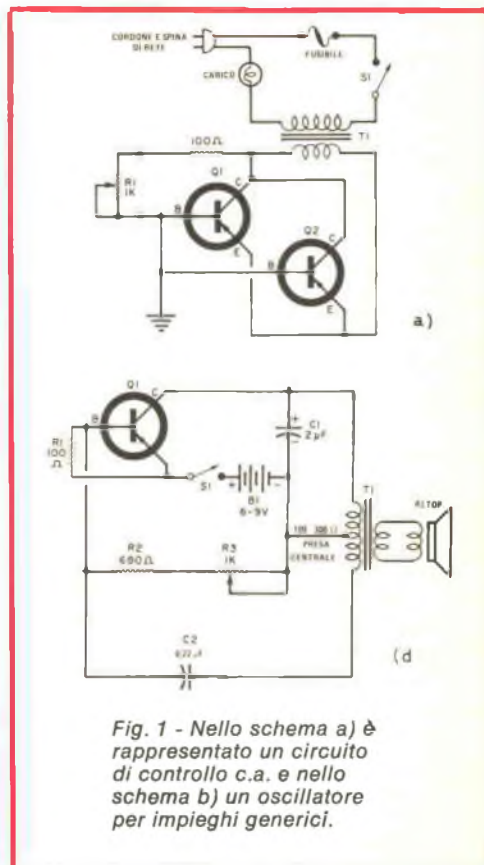

Fig. 1 - Nello schema a) è rappresentato un circuito di controllo c.a. e nello schema b) un oscillatore per impieghi generici.
Nella *fig. 1* e nella *fig. 2* sono illustrati quattro utili circuiti che impiegano appunto transistori di media potenza. Facili da montare, non critici per quanto riguarda le caratteristiche dei transistori e la disposizione dei componenti e dei collegamenti, questi circuiti sono realizzabili in una serata. Essi sono stati ricavati da bollettini tecnici pubblicati dalla Motorola e dalla CBS Hytron alcuni anni fa. Anche se negli schemi vengono indicati transistori di tipo pnp, si possono usare unità npn simili, invertendo le polarità c.c. e, naturalmente, nei progetti si possono usare unità al germanio o al silicio.
Ideato prima che i triac di tipo economico fossero reperibili in commercio, l'interessante circuito di controllo illustrato nella *fig. 1-a* può essere usato con carichi di linea da 50 W a 100 W. Tipicamente, può essere utilizzato come attenuatore di luci o come controllo di velocità per motori di bassa potenza, comè quelli
L'oscillatore audio per scopi generici, illustrato nella fig. 1-b, può essere impiegato in parecchie applicazioni. Con l'interruttore generale S1 sostituito da un tasto, il circuito può essere usato come oscillofono di addestramento dell'albafeto Morse. Il circuito può essere montato in una scatola, usandolo come sorgente audio indipendente per controllare la disposizione di microfoni ed altoparlanti quando si installano sistemi di amplificazione, musicali o di citofoni. Commutato a distanza da un relè, potrebbe essere usato come segnale per sistemi di allarme antiaggancio, antiincendio e antifurto. Q1 è un transistor di media potenza.
Fig. 1 - Nella modulazione d'ampiezza, la nota audio (in alto) si combina con la portante RF (al centro) per produrre la forma d'onda riportata in basso, il cui inviluppo varia in ampiezza e frequenza con la nota audio.
La modulazione di ampiezza nella sua forma basilare è forse la più facile da produrre. Per imporre una modulazione ad audiofrequenza (BF) su una portante RF, questa viene fatta variare in ampiezza, in accordo con l'ampiezza istantanea del segnale BF, mediante un procedimento denominato "mescolazione". Nella fig. 1, le forme d'onda audio e portante sono combinate per produrre l'onda RF modulata visibile in basso nella figura stessa. Si noti che l'ampiezza relativa da picco a picco